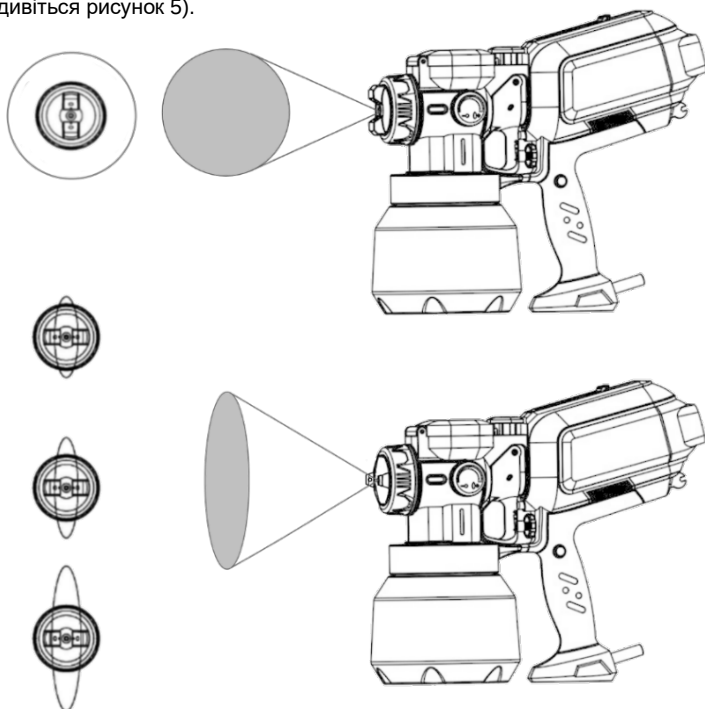

Рисунок 4
4.9 Регулятором форми факела (6) оберіть необхідну форму (круглу або еліптичну) (дивіться рисунок 4).